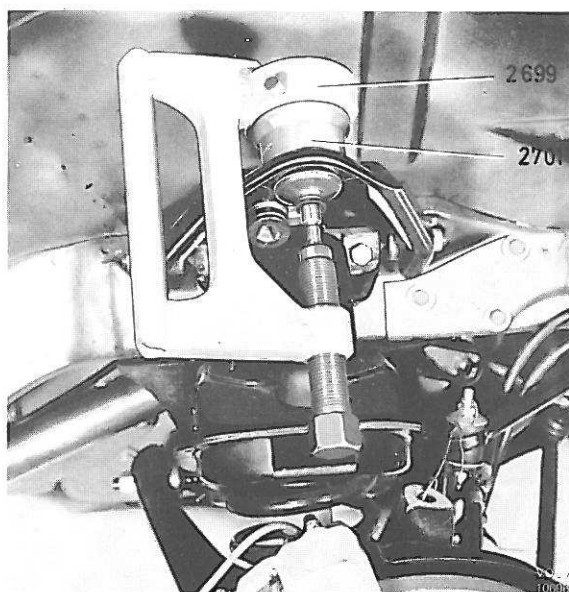

Figure 25. Démontage du joint à rotule supérieur
3. Desserrer l'écrou du joint à rotule supérieur sans l'enlever. Frapper avec un marteau sur la fusée de roue, tout autour de l'axe du joint à rotule, jusqu'à ce que ce dernier soit détaché de la fusée de roue. Enlever l'écrou et suspendre l'extrémité supérieure de la fusée de roue avec un fil afin d'éviter des tensions aux flexibles de freins, figure 25.
4. Desserrer les écrous de l'axe du triangle de commande de 1/2 tour. Soulever légèrement le triangle de commande et extraire le joint à rotule avec l'outil-presse 2699 et la douille 2701, figure 25.
- Desserrer l'écrou du joint à rotule supérieur sans l'enlever. Frapper avec un marteau sur la fusée de roue, tout autour de l'axe du joint à rotule, jusqu'à ce que ce dernier se détache de la fusée de roue. Enlever l'écrou et suspendre l'extrémité supérieure de la fusée de roue avec un fil afin d'éviter les tensions dans les flexibles de freins, figure 25.